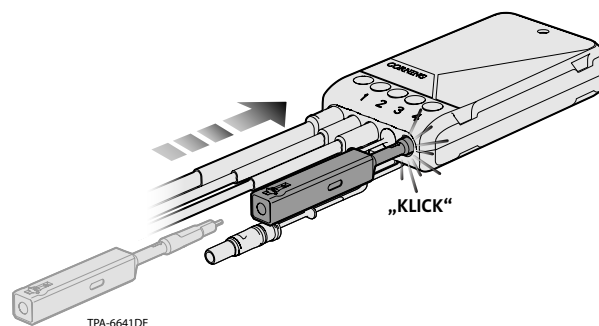

Abbildung 8
**Schritt 3:** Schieben Sie das Reinigungswerkzeug vollständig in den Terminalanschluss, bis ein „KLICK“-Geräusch zu hören ist (Abbildung 8).